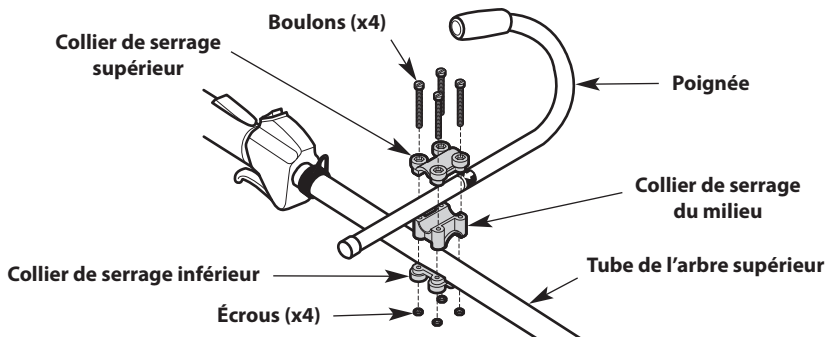

Fig. 4
1. Placez la poignée entre le collier de serrage du milieu et le collier de serrage supérieur (Fig. 4). Le cas échéant, faites pivoter ou retournez le collier de serrage du milieu jusqu'à ce que les ouvertures dans le collier de serrage supérieur et le collier de serrage du milieu s'alignent.
2. Placez les colliers de serrage et la poignée sur le tube de l'arbre supérieur et sur le collier de serrage inférieur (Fig. 4).
REMARQUE : Assurez-vous que la partie courbée de la poignée se trouve à la gauche de l'opérateur (Fig. 4).
3. Tout en maintenant les morceaux ensemble, insérez les boulons (4) dans les ouvertures alignées (Fig. 4).
4. Vissez un écrou à l'extrémité d'un boulon, sans toutefois bien le serrer. Poussez l'écrou dans la cavité hexagonale du collier de serrage inférieur. Maintenez l'écrou en place avec un doigt. Serrez le boulon avec un tournevis à tête plate, mais ne le serrez pas complètement (Fig. 4). Répétez cette étape pour chaque boulon et écrou.
1. Desserrez légèrement les boulons (4) au moyen d'un tournevis cruciforme (Fig. 4).